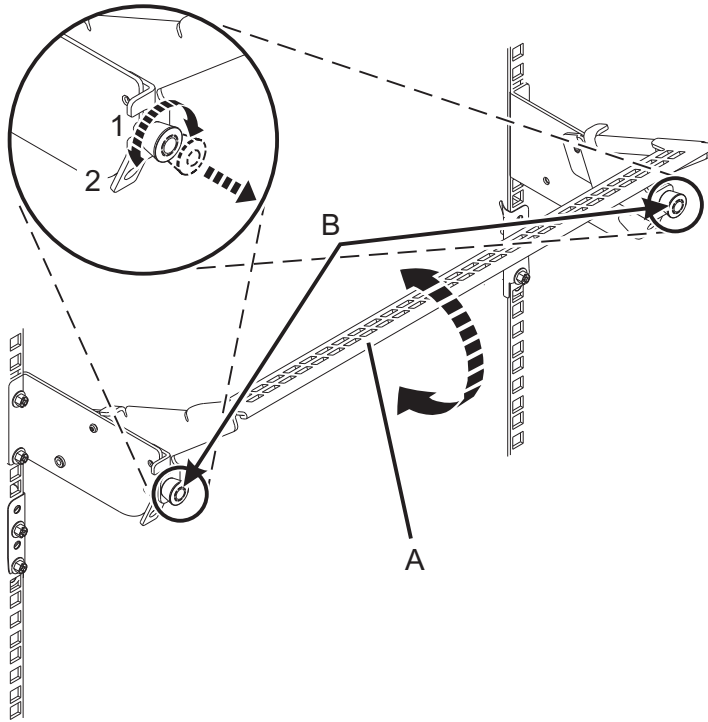

Figura 15. Colocación de la abrazadera portacables en posición operativa
5. Ponga la abrazadera portacables en posición operativa. Consulte Figura 15 en la página 15.